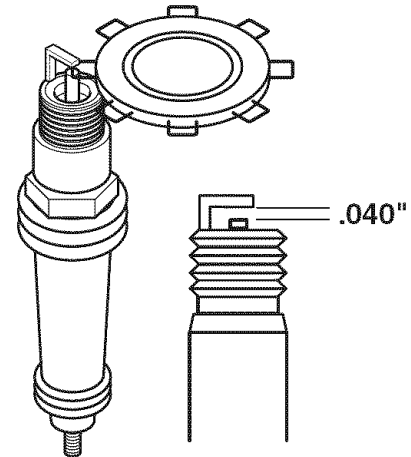

Figura 27. Entrehierro de la Bujía
4. Verifique el entrehierro de la bujía. El entrehierro (de una bujía nueva o usada) debe ser de .040" (vea la Figura 27).